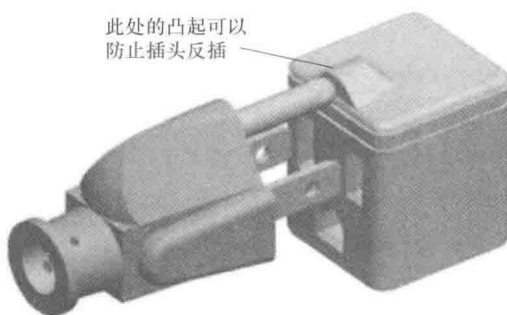

图 4-8 产品设计上的防呆
(4) 习惯防呆 在研究作业方法时，考虑机构的通用性和最大的适应面是一个原则；但习惯之外的异常或意外，也是必须加以防范的，也就是防呆（见图 4-8）。利用不规则、不对称、不协调等外形特点进行一些可能误操作或漏作业的防范设计，是人机工程的重要应用。